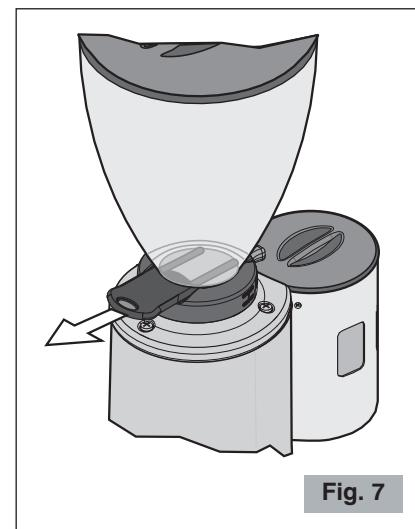

Fig. 7
- ⚠ Accertarsi della completa apertura dell'otturatore della campana fino a fine corsa (ultimo scatto) (vedi Fig. 7).**